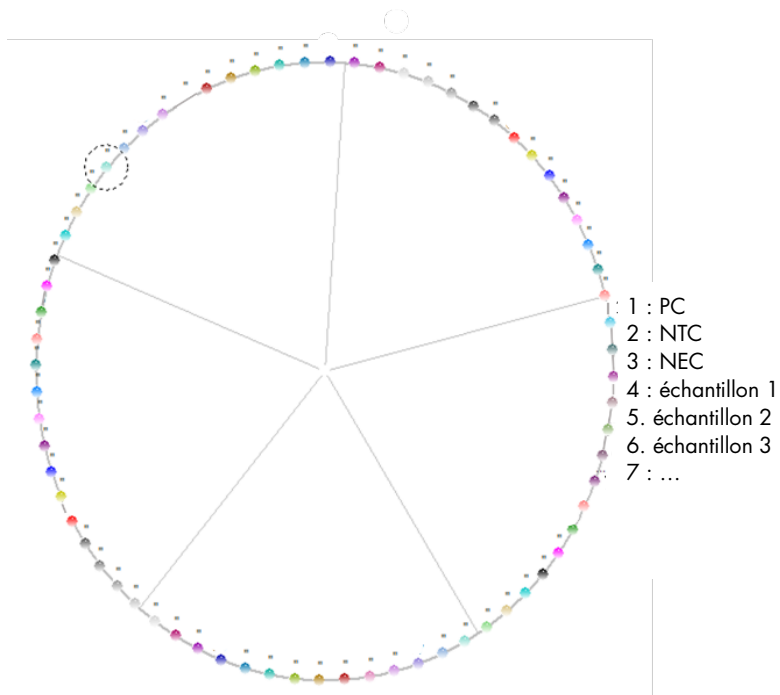

Figure 2. Exemple de disposition des tubes sur la plate-forme RGQ MDx 5plex HRM
9. Ajoutez 15 µl du mélange réactionnel préparé à l'étape 4 dans les tubes dédiés aux échantillons et aux contrôles (Figure 2 donnée en exemple). Mélangez la solution par pipetage répété 5 fois puis bouchez les tubes de PCR, excepté celui qui est réservé au SARS-CoV-2 Positive Control.
12. Placez les tubes dans le cycleur en temps réel (un exemple de disposition des tubes est présenté sur la Figure 2) puis démarrez le cycle comme décrit dans le Tableau 3.